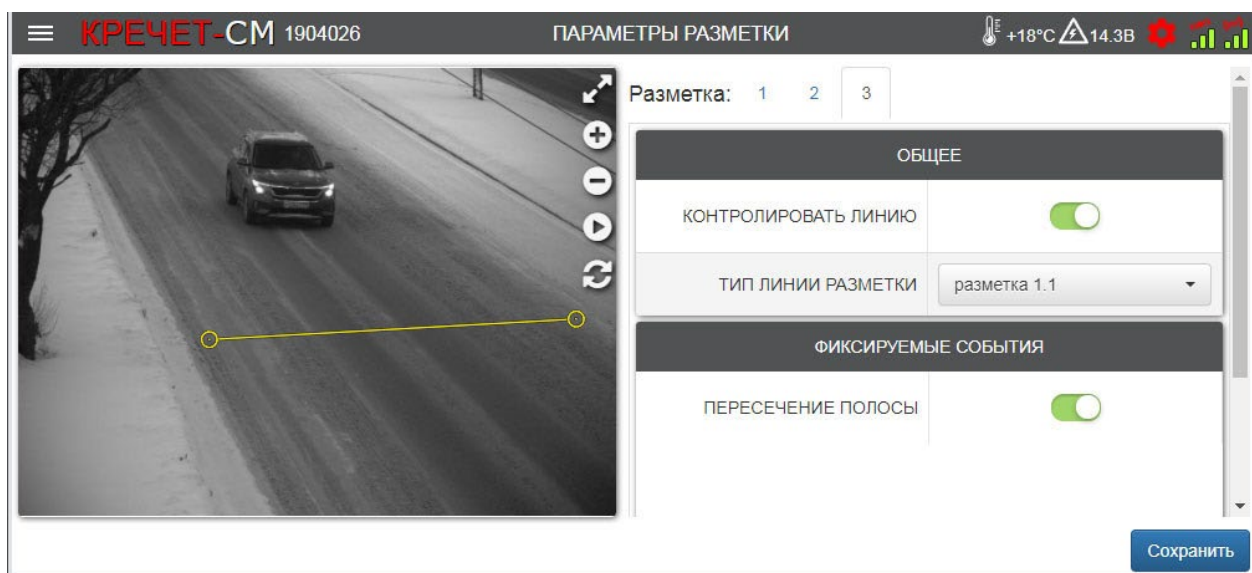

Рисунок 57 — Страница ПАРАМЕТРЫ РАЗМЕТКИ раздела РАЗМЕТКА ДОРОЖНАЯ
6.7.8.6 Перейдите на страницу **НАСТРОЙКА РАЗМЕТКИ ДОРОЖНОЙ** (Рисунок 57).
6.7.8.7 В правой верхней части экрана отображается перечень созданных линий разметки: **Разметка: 1 2 3**. Для перехода во вкладку настройки одной из линий, кликните по её номеру. На экране будет отображаться соответствующая линия (Рисунок 57).